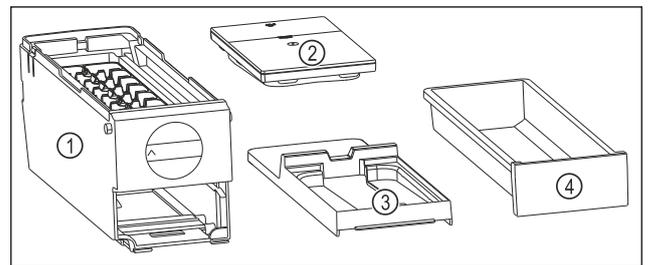

Fig. 160 Bestandteile des EasyTwist-Ice
- ▶ EasyTwist-Ice ist in vier Teile zerlegt. (siehe Fig. 160)
- ▶ EasyTwist-Ice nur in abgebildete Bestandteile zerlegen. (siehe Fig. 160)
- ▶ EasyTwist-Ice-Körper Fig. 160 (1) als Ganzes reinigen.